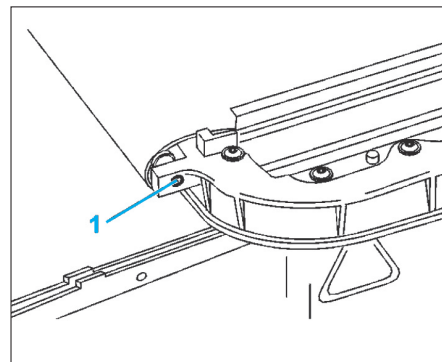

Fig. 58
- À l'aide d'un petit tournevis, appuyer sur l'embout (1) et déposer l'enrouleur de rideau (Fig.58).